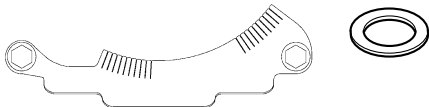

Abb. 6
- 1 x Schwenkwinkel-Einstellteil und Befestigungsschrauben M 6 für Typ RO*50, RO*50 E und Abstandsscheibe zur Nachjustierung (siehe Abb. 6 und 2.2.2, Abb. 11)